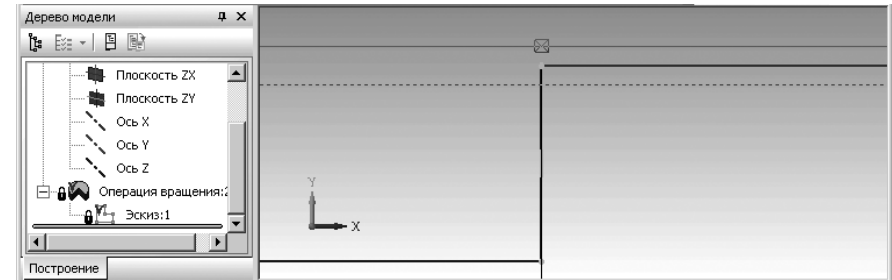

Рис. 2.62. Результат ввода двух горизонтальных вспомогательных параллельных прямых
- по предопределению на **Панели свойств: Параллельная прямая** поле **Расстояние** активно. Введите в него значение 0.25, а затем нажмите клавишу **Enter**. Появятся две вспомогательные прямые параллельные выделенной горизонтальной линии правой ступени вала. Они отстоят от нее по разные стороны на 0.25 мм. Это состояние системы показано на рис. 2.62.